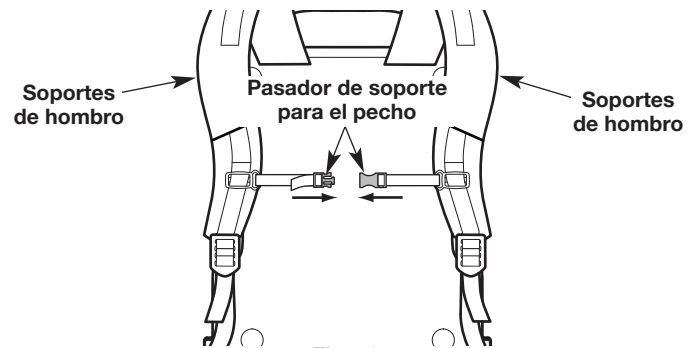

Fig. 10
1. Póngase los soportes de hombro sobre ambos hombros (Fig. 10). El motor debe quedar bien apoyado contra la espalda del operador.
- Inserte un extremo del pasador de soporte para el pecho en el otro extremo hasta que quede trabado en su lugar (Fig. 10).
El peso de la unidad debe apoyarse en los hombros por los soportes de hombro (Fig. 10). Ajuste los soportes de hombro y el soporte para el pecho, según sea necesario.